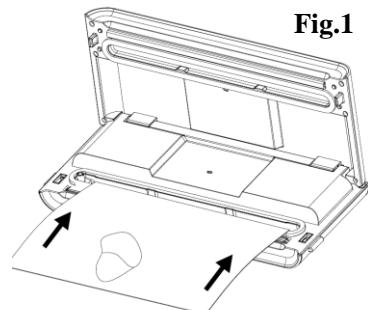

Fig.1
3. Introduceți capătul deschis al pungii în zona camerei de vidare. Asigurați-vă că gura de admisie a aerului nu este acoperită de pungă – Fig. 1.